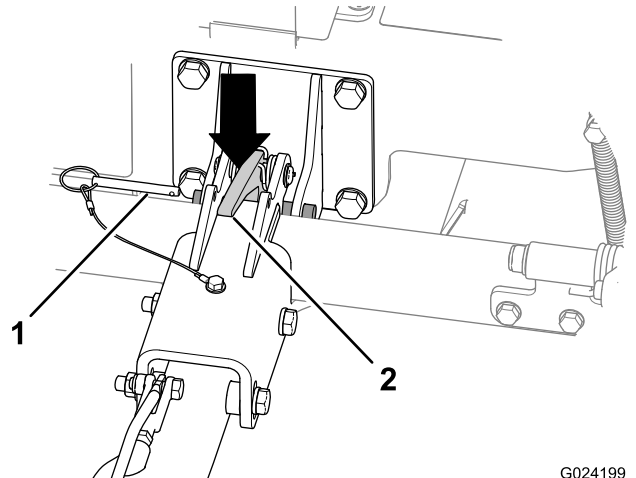

图28
A. 拔出锁定销（图28）。
C. 向下推压挂钩门锁，以打开挂钩门锁（图28）。